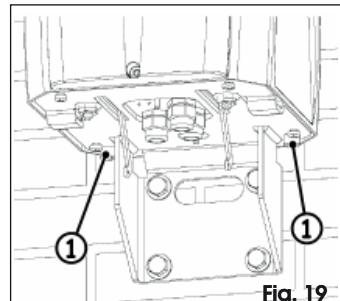

Fig. 19
7. Bloccare il corpo motore con le due viti posteriori, Fig. 19 rif. ①..